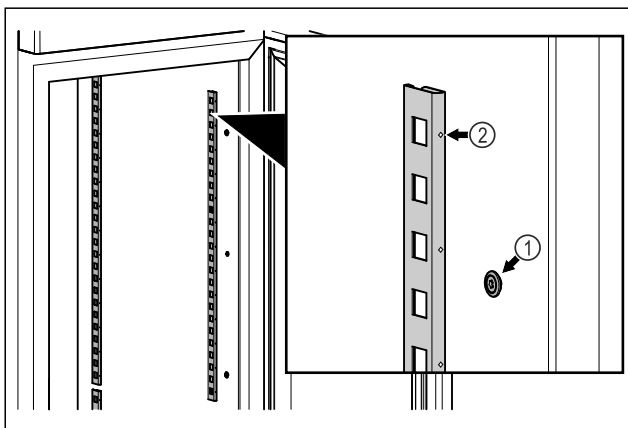

Fig. 56 Représentation à titre d'exemple
- Accrocher les bandes d'encliquetage dans la suspension Fig. 56 (1). Le repère Fig. 56 (2) doit pointer vers l'avant.